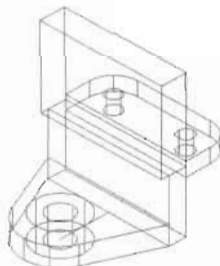

图 15-87
(9) 将矩形拉伸 35 个单位的高度, 如图 15-87 所示, 命令执行过程如下。